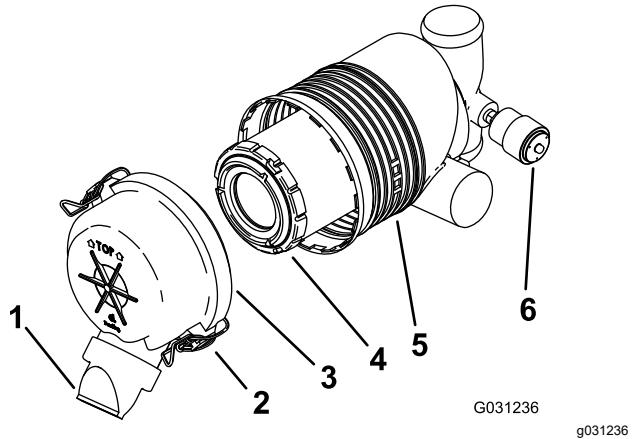

Figura 34
Importante: Cambie el filtro del limpiador de aire únicamente cuando el indicador de mantenimiento se ve rojo (Figura 34). El cambiar el filtro antes de que sea necesario sólo aumenta la posibilidad de que entre suciedad en el motor al retirar el filtro.
5. Abra los cierres del limpiador de aire y tire de la tapa del limpiador de aire para separarla de la carcasa del limpiador de aire (Figura 34).
- Si el indicador de mantenimiento se ve transparente, instale la tapa del limpiador de aire con el tapón antipolvo orientado hacia abajo, y cierre los enganches (Figura 34).
1. Extraiga con cuidado el filtro de la carcasa del limpiador de aire (Figura 34).
- Instale con cuidado el filtro (Figura 34).
- Instale la tapa del limpiador de aire con el tapón antipolvo orientado hacia abajo, y cierre los enganches (Figura 34).